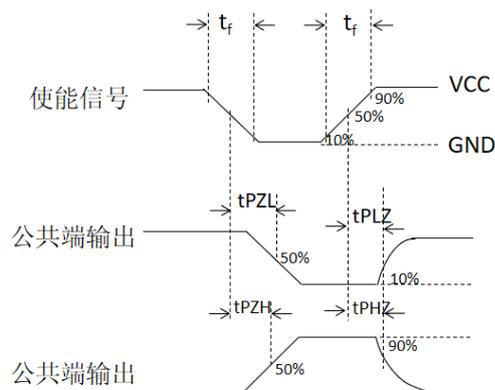
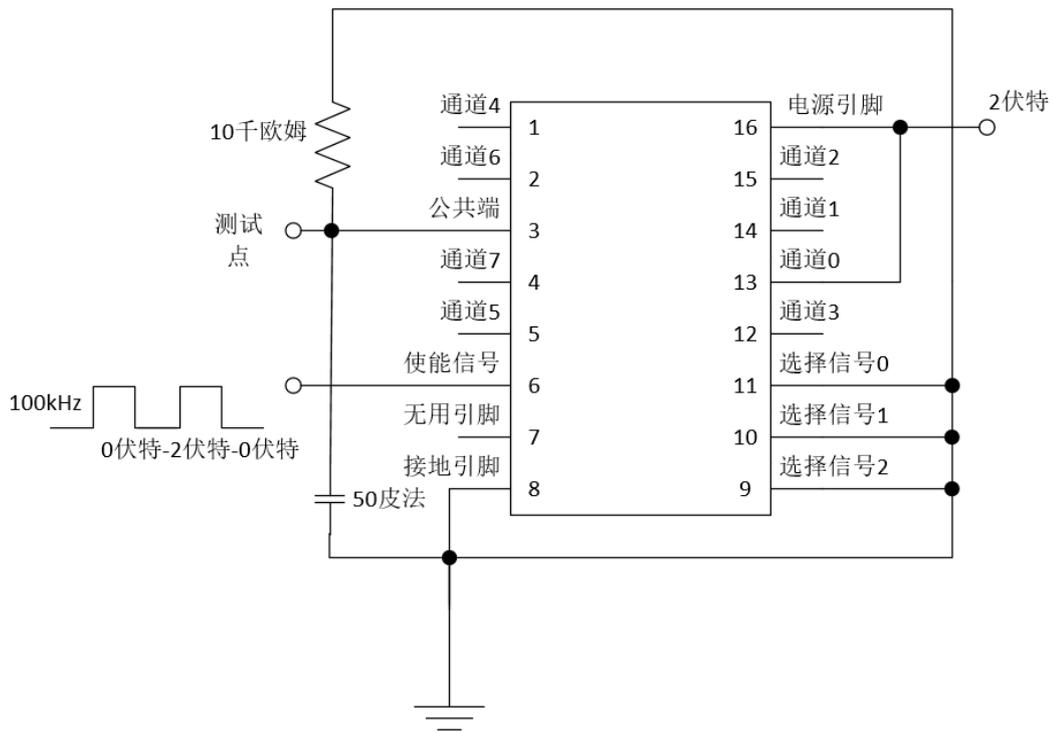
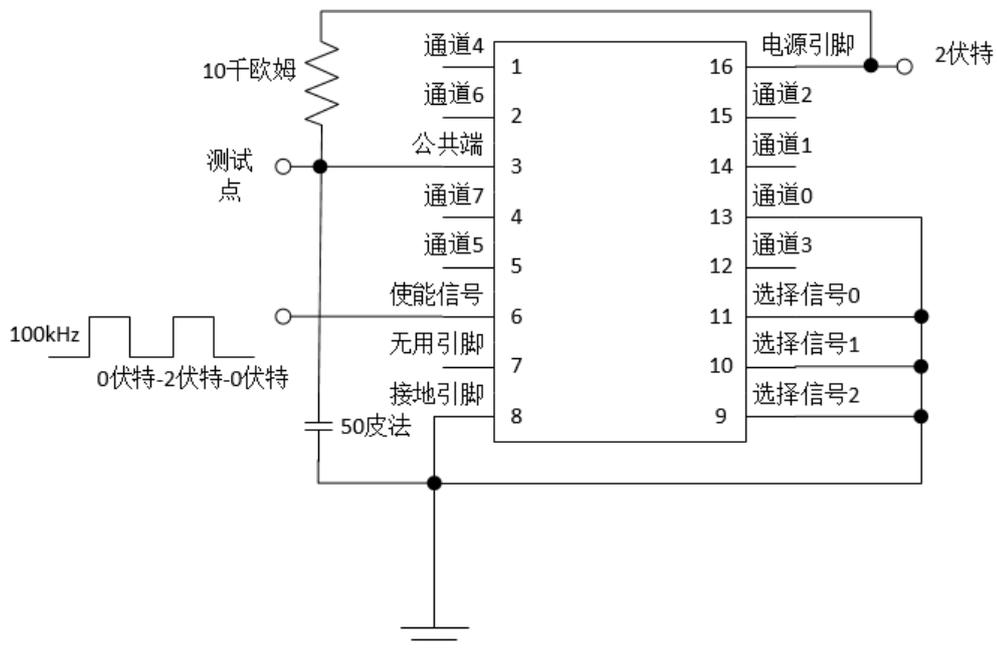

图6.4.3a 使能信号到公共端通道传输延迟时间参数
图6.4.3b 使能信号到公共端通道传输延迟测试设置（通道0接VCC）
图6.4.3c 使能信号到公共端通道传输延迟测试设置（通道0接GND）
- (1) 电源引脚接VCC，使能信号输入100kHz方波。
- (2) 开启通道分别接VCC和GND，其余关断通道浮空。
- (3) 公共端接10千欧姆电阻到VCC或者GND，50皮法电容到GND。
- (4) 量使能信号到公共端传输延迟时间各参数，如图6.4.3a。
例：通道0接VCC时测量tPHZ和tPZH，10千欧姆接GND，如图6.4.3b。通道0接GND时测量tPLZ和tPZL，10千欧姆接VCC，如图6.4.3c。输出波形如图6.4.3a：